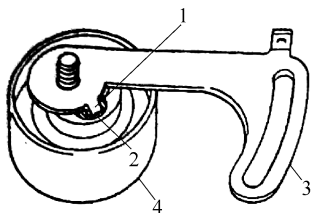

图 6-15 安装张紧轮板到张紧轮
1) 安装张紧轮板 3 到张紧轮 4 上。将张紧轮板的突耳 1 插入到张紧轮的孔 2 中,如图 6-15 所示。